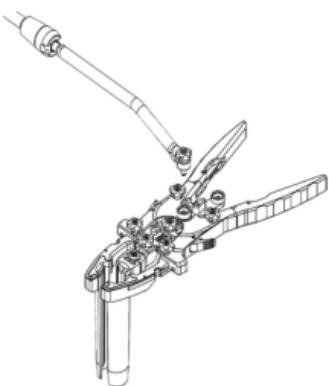

Figura 11
- Alinee los dientes de las estrellas en el extremo distal del **brazo articulado** (ML-0061) o la **interfaz de brazo** (ML-0902) y en el punto de fijación deseado en el marco del retractor, apriete a mano y asegúrelo en su lugar con el **destornillador hexagonal** (figura 11).